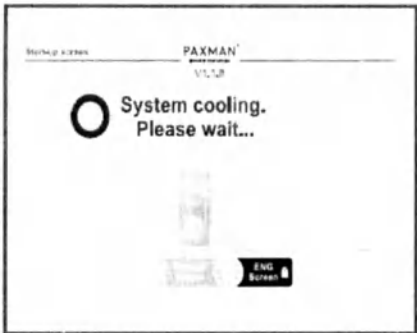

Рис. 15.
- Через 15 секунд на сенсорном экране отобразится экран запуска, как показано на рис. 15.
- На сенсорном экране отобразится «версия программного обеспечения» на экране запуска, показанном на рис. 15.